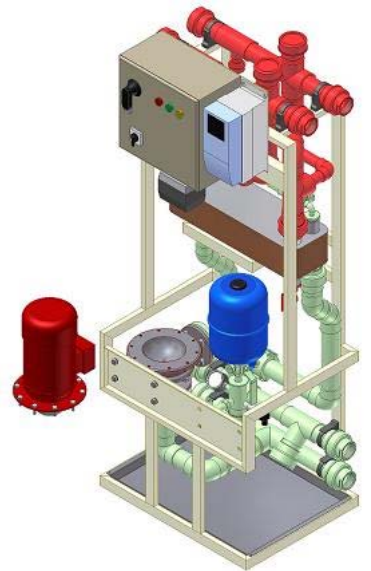

图 4.2-1
11. 拆下泵电机法兰的螺丝与螺母。拆下泵壳（图 4.2-1）。